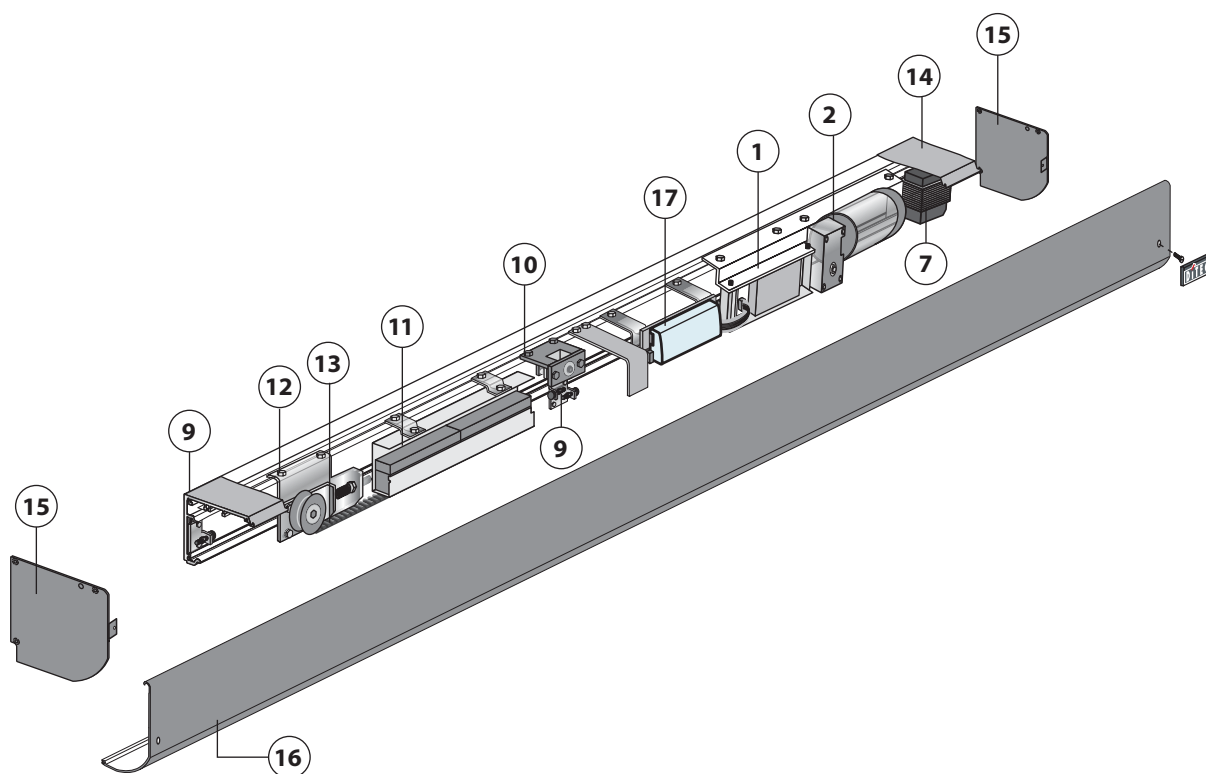

Рис. 2
2.2 Обозначения на схеме автоматики (рис. 2)